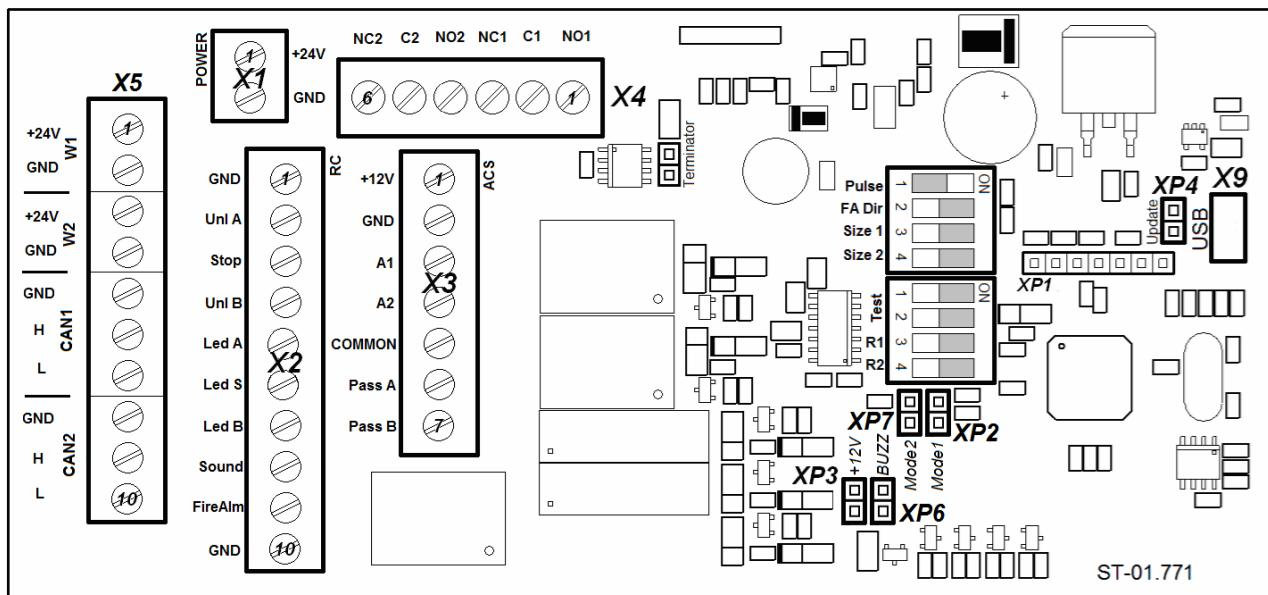

**Рисунок 7. Общий вид и габаритные размеры ПДУ**
ПДУ (17) выполнен в виде небольшого настольного прибора в корпусе из ударопрочного АБС-пластика. ПДУ предназначен для подачи команд оператором при ручном режиме управления турникетом. Общий вид ПДУ показан на рис. 7.